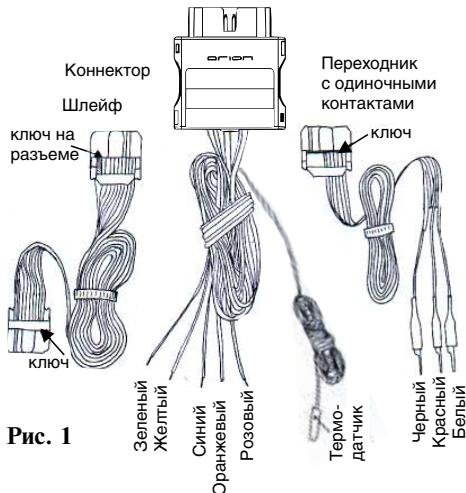

Рис. 1
**Внимание!** На разъемах шлейфа есть ключ (выступ), необходимо подключить один из разъемов шлейфа ключом, в соответствии с обозначением, к коннектору диагностической колодки, рис. 1, другой разъем подключить к бортовому компьютеру, рис. 23, рис. 24.
**ШЛЕЙФ** с двумя разъемами подсоедините к коннектору диагностической колодки, рис. 1, ключом, в соответствии с обозначением, шлейф подключается в гнездо с 10 штырями.
**КОННЕКТОР OBD II**, рис. 1, вставьте в разъем диагностической колодки OBD II, рис. 2, в автомобиле.
**ШЛЕЙФ с двумя разъемами** подсоедините к коннектору диагностической колодки, рис. 1, ключом, в соответствии с обозначением, шлейф подключается в гнездо с 10 штырями.
**ШЛЕЙФ с двумя разъемами** подсоедините к коннектору диагностической колодки, рис. 1, ключом в соответствии с обозначением, шлейф подключается в гнездо **с 10 штырями**.